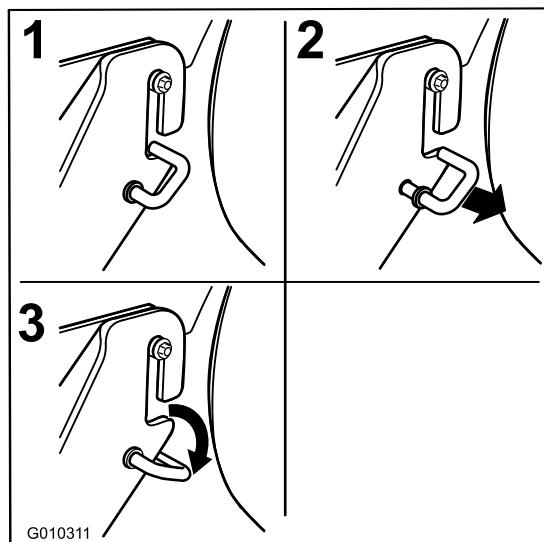

Figura 71
6. Agganciate il supporto anteriore presente sul piatto di taglio ai supporti di sospensione anteriori e fissatele con una rondella e una coppiglia (Figura 71).